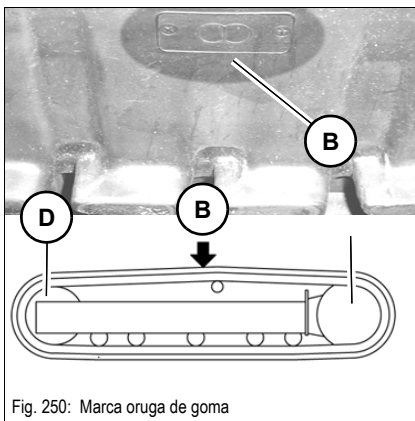

Fig. 250: Marca oruga de goma
- ☞ En la cadena de goma se encuentra una marca **B** como se representa en Fig. 250.